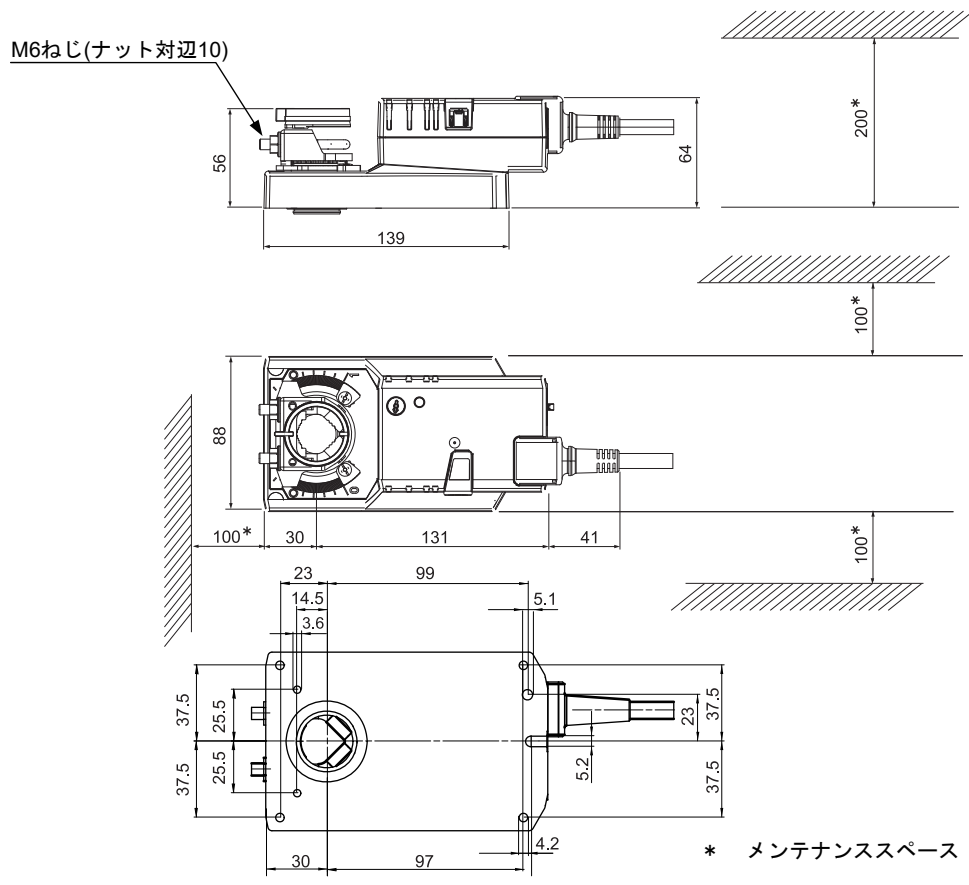

図2 標準タイプ 外形寸法図 (mm)
- 本製品を取り付ける際には、図2に示すようなメンテナンススペースを確保してください。
(1) ダンパシャフトを全閉位置にします。